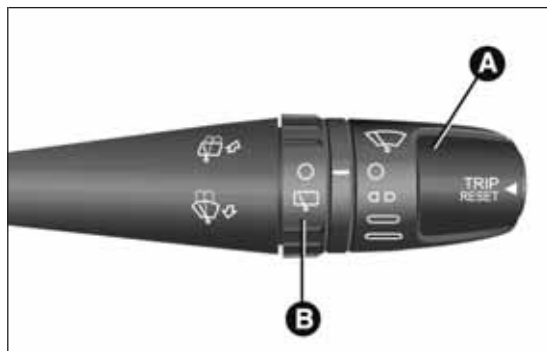

fig. 220
- ☐ girar la corona A fig. 220 en posición  (limpiaparabrisas parado);